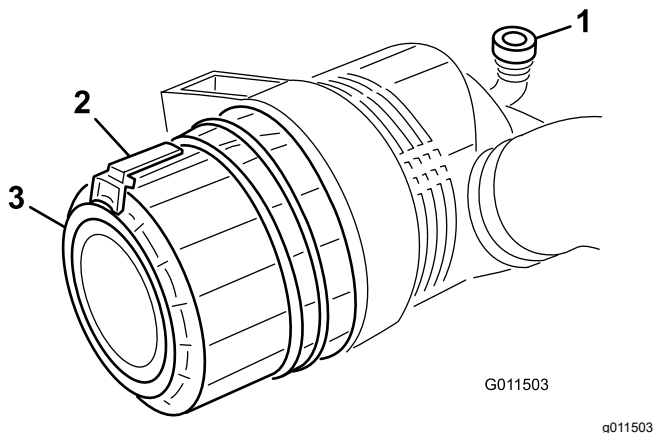

Рисунок 87
2. Оттяните защелку наружу и поверните крышку воздухоочистителя против часовой стрелки (Рисунок 87).